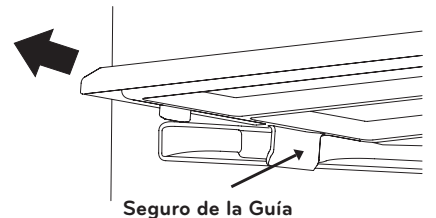

Figura 13
2. Jale la parrilla hacia afuera levantándola levemente hasta que salga el seguro de la guía Figura 13.